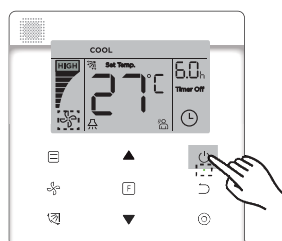

Figura 6.1
- 1) Premere il tasto (ON/OFF) , e l'indicatore operativo "●" sul comando cablato si illuminerà, mentre l'icona " " ON/OFF dell'unità interna sul display girerà per indicare che l'unità interna ha cominciato a funzionare (si veda Figura 6.1).